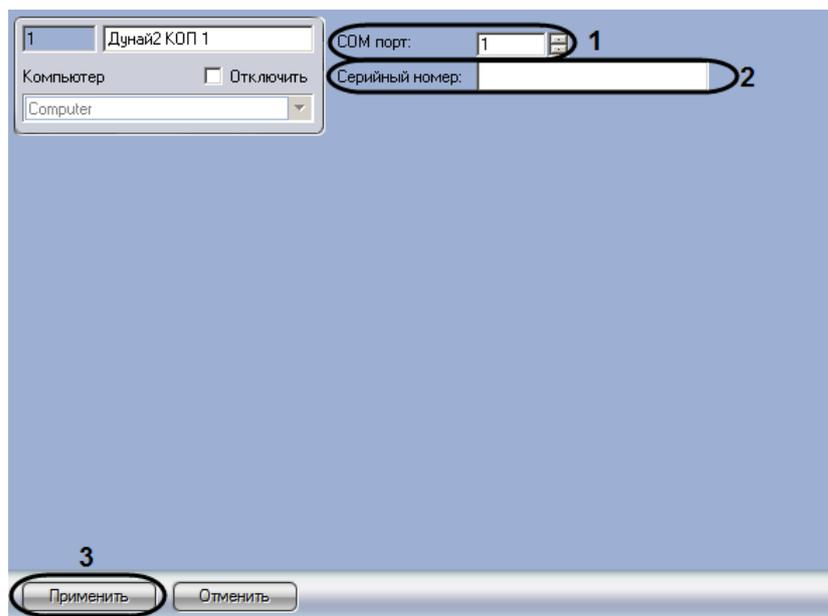

Рис. 3.2—2 Настройка подключения
2. В поле **СОМ-порт** указать с помощью кнопок **вверх-вниз** номер СОМ-порта подключения КОП (см. Рис. 3.2—2, 1).
3. В поле **Серийный номер** ввести серийный номер подключенного устройства (см. Рис. 3.2—2, 2). Серийный номер указан на корпусе.